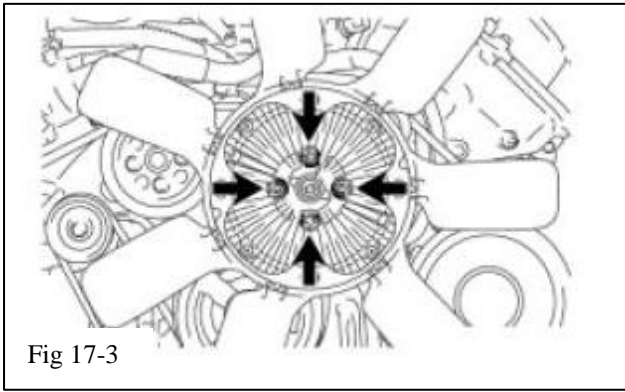

Fig 17-3
- (d) Bolt the fan clutch to the fan pulley using the 4 OE nuts (Fig 17-3).